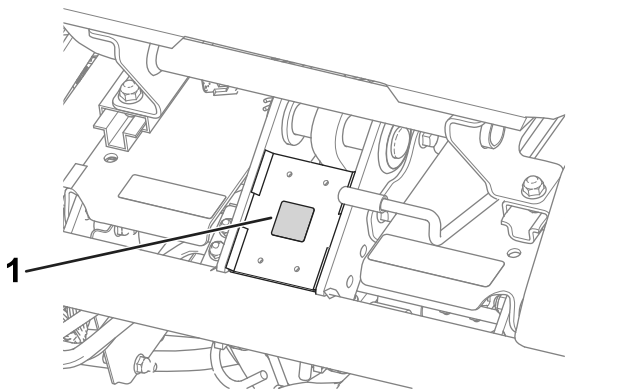

Figura 15
- Aplique la pegatina con marca CE al bastidor debajo de la parte delantera del asiento (Figura 15).